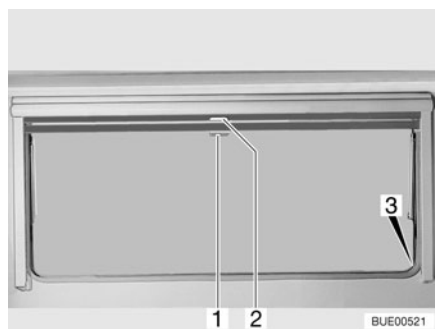

Fig. 41 Ventana abatible
- Tirar del asidero (Fig. 41,2) de la persiana oscurecedora enrollable hacia abajo. Cuando la persiana oscurecedora enrollable se cierre por completo, encajarla en el bloqueo (Fig. 41,3) a ambos lados del marco de la ventana.
- Cuando la persiana oscurecedora enrollable está completamente cerrada: Presionar el tirador (Fig. 41,2) hacia abajo y tirarlo ligeramente hacia dentro. Desenganchar la persiana oscurecedora enrollable de los bloques a izquierda y derecha del marco de la ventana.
- Cuando la persiana oscurecedora enrollable se encuentre en una posición intermedia: Tirar ligeramente del asidero (Fig. 41,2) hacia abajo, hasta que se hay soltado el bloqueo.
- Tirar hacia abajo de la mosquitera enrollable (Fig. 41,1) y engancharla en el bloqueo (Fig. 41,3) a ambos lados del marco de la ventana.
- Presionar el tirador (Fig. 41,1) hacia abajo y tirarlo ligeramente hacia dentro. Desenganchar la mosquitera enrollable de los bloqueos a izquierda y derecha del marco de la ventana.